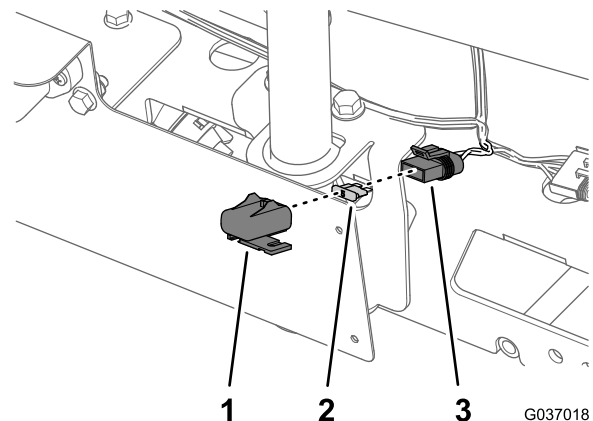

Figura 78
1. Retire la tapa del alojamiento de los fusibles (Figura 78).
2. Retire el fusible abierto (Figura 78).
3. Inserte el nuevo fusible en el alojamiento hasta que quede totalmente asentado (Figura 78).
4. Monte la tapa en el alojamiento de los fusibles (Figura 78).